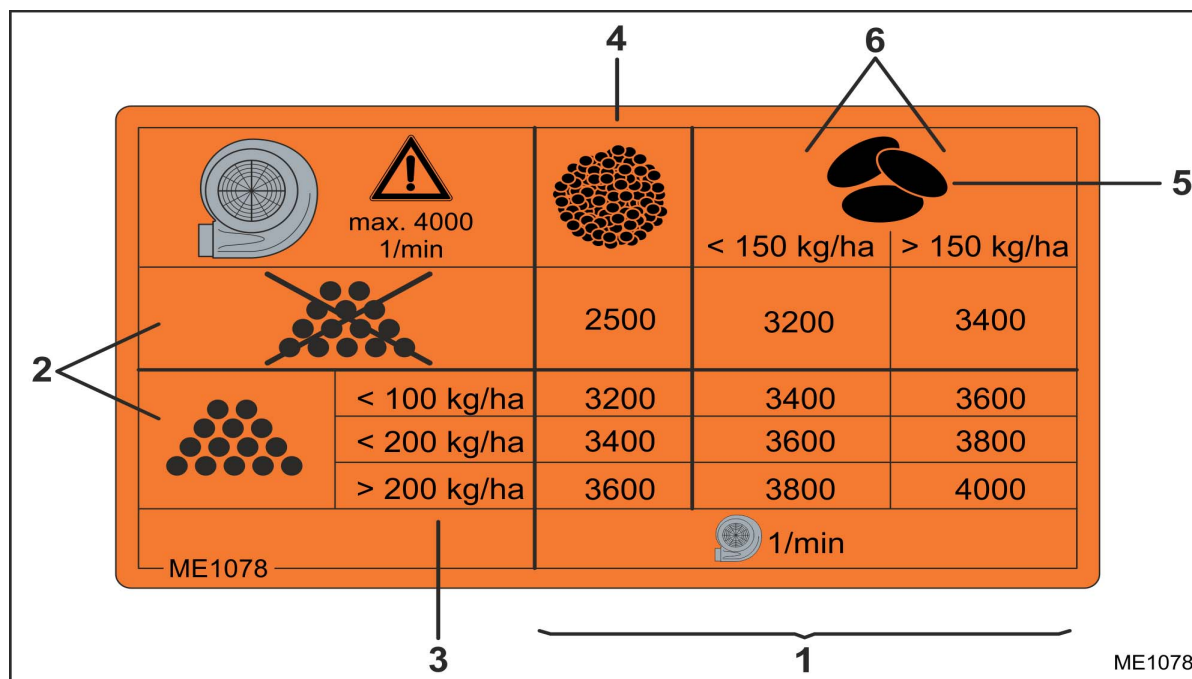

Рис. 134
Необходимая частота вращения вентилятора (Рис. 134/1) зависит от:
- с/без удобрения (Рис. 134/2)
- нормы внесения удобрений (Рис. 134/3)
- мелкосеменные культуры (Рис. 134/4), например, рапс или семена трав
- зерновые или бобовые (Рис. 134/5) и от нормы внесения (Рис. 134/6).
- Норма внесения удобрений: 150 кг/га (Рис. 134/3)
- Норма внесения зерновых: 130 кг/га (Рис. 134/6)